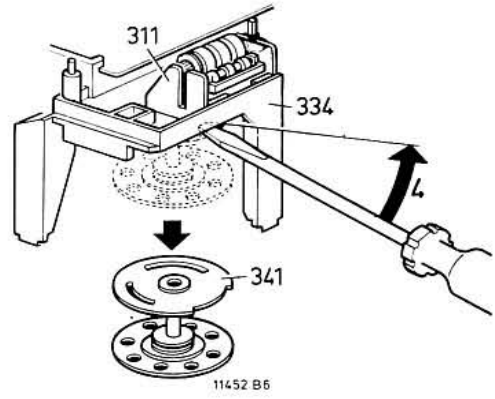

Fig. 4
- Wrik voorzichtig met een schroevendraaier tellervliegwiel 341 van de telleras (fig. 4).